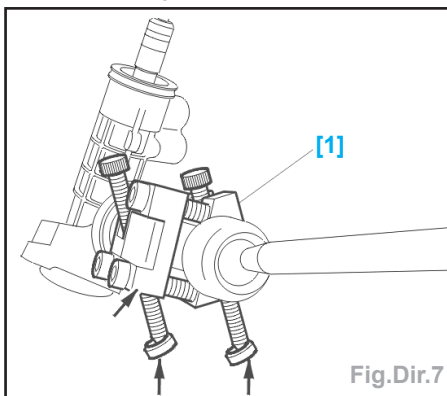

Fig.Dir.7
- Positionner l'outil [1] le plus possible en bout de la denture de crémaillère, puis agir sur les vis à appuis rotulés de l'outil afin d'assurer leur contact sur des éléments mécaniques (berceau, barre anti-dévers...) (Fig.Dir.7).